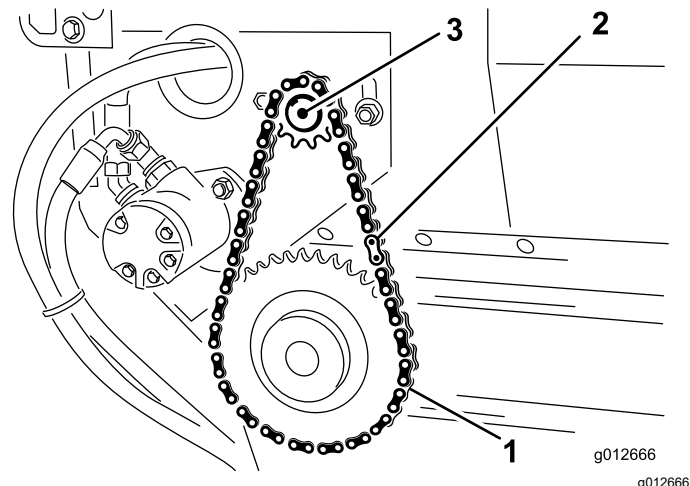

Figura 38
1. Montate la catena sulla ruota dentata piccola e fissate la catena con la falsamaglia (**Figura 38**).